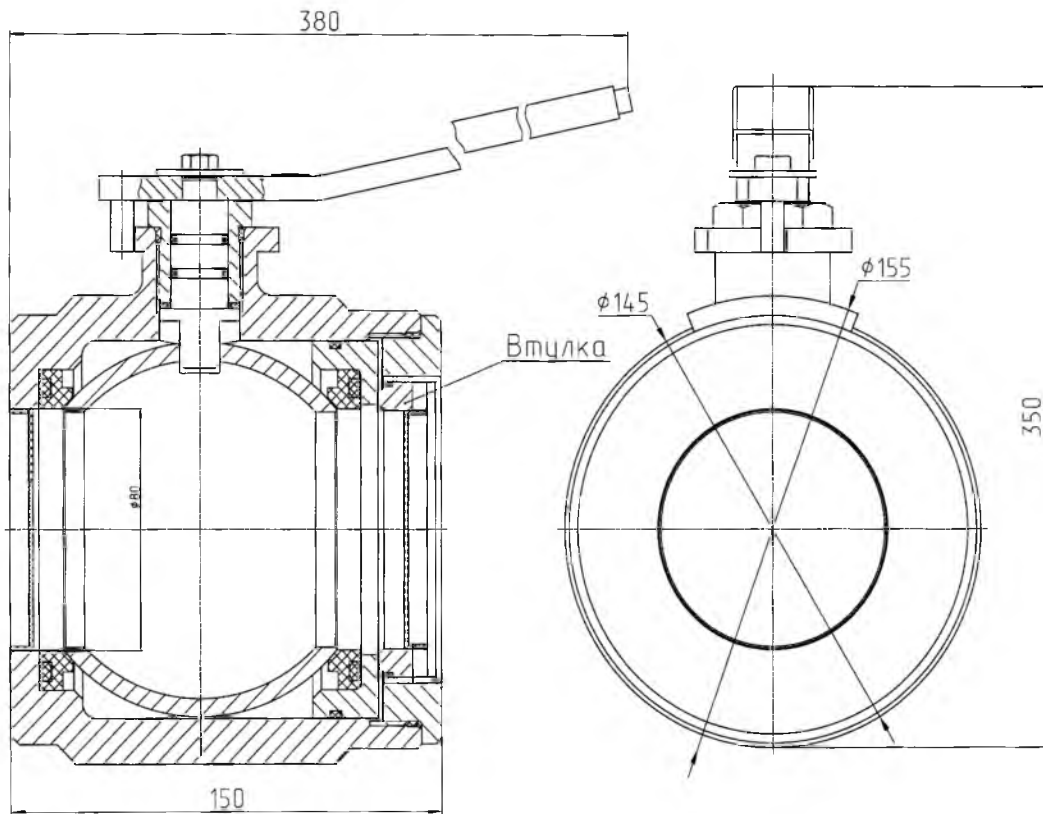

Рисунок 1
7.4 Подтяжку втулки (рисунок 1) для достижения герметичности производить спец ключом (усилие затяжки должно находиться в диапазоне 45-55 Н·м) в закрытом положении затвора (рукоятка должна дойти до упора).